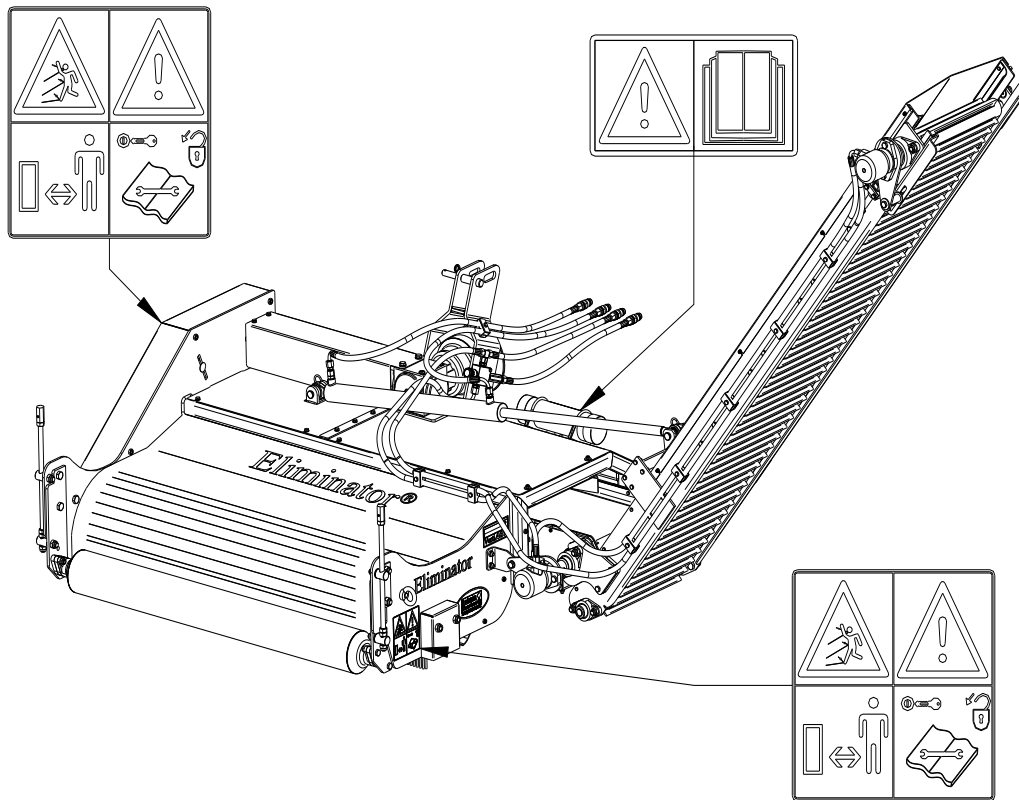

Abb. 5
Seitlich am Eliminator befinden sich am Seitenblech und an der vorderen und seitlichen Abdeckung Sicherheitsaufkleber (Abb. 5) mit einem entsprechenden Warnhinweis. Diese Sicherheitsaufkleber müssen jederzeit gut sichtbar und lesbar sein und sind, sollten sie beschädigt sein, unverzüglich zu ersetzen.
(7) Position der Sicherheitsaufkleber (Abb. 5)